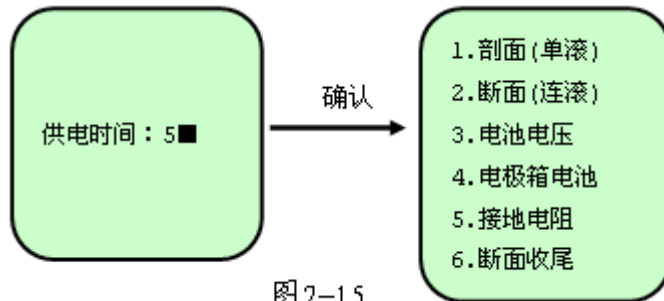

图2-15
① 在测量过程中，可按 $\boxed{\text{退出}}$ 键中断测量。
② 当测量装置是滚动装置时，测量开始前，屏幕将不提示输入剖面号而是提示输入滚动号（取值范围：1~滚动总数）。
③ 当仪器工作在高密度测量方式时，每次进入测量菜单，在测量菜单显示前，仪器都会先提示输入供电时间，如图2-15所示：
当需要进行断面收尾测量时，执行图 2-15 测量菜单中的第六项“6.断面收尾”功能即可。